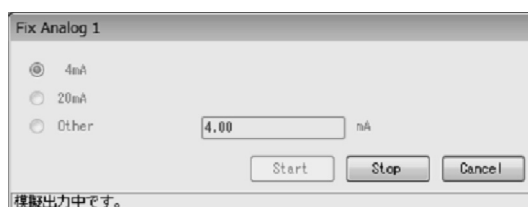

図129
- ④ 「OK」ボタンをクリックすると、設定したアナログ値が出力されます。模擬出力値の出力中は図129のように、ウィンドウ下部に“模擬出力中です。”というメッセージが表示されます。模擬出力を停止する場合は「Stop」ボタンをクリックします。